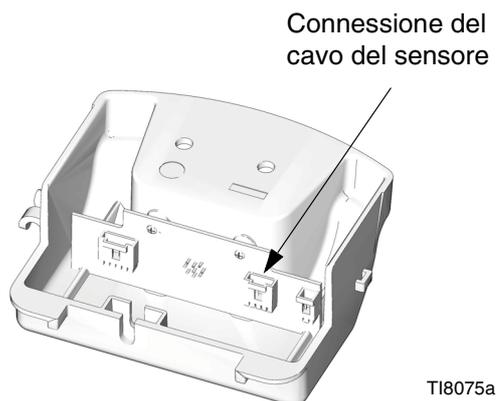

FIG. 15. Connessione del cavo del sensore
- a. **DataTrak Modelli:** Rimuovere le due viti (135). Rimuovere con attenzione il modulo DataTrak (131), vedere pagina 14. Scollegare il solenoide di fuorigiri e i cavi del sensore dalla scheda del modulo. Rimuovere le due viti (134) e far scorrere con attenzione l'alloggiamento (132) sulla valvola dell'aria.
- b. **Modelli sensore lineare:** Rimuovere le viti (134) e far scorrere con attenzione l'alloggiamento (132) fuori della valvola dell'aria. Scollegare il cavo del sensore dalla scheda di circuito. Vedere la FIG. 15 a pagina 27.
10. Reinstallare il silenziatore (15). Serrare completamente le viti (43) contro il silenziatore.
11. Reinstallare il coperchio esterno della valvola (47).
- a. **DataTrak Modelli:** Far scorrere con attenzione l'alloggiamento (132) sulla valvola dell'aria. Avvitare le viti (134) a mano, quindi serrare a 11,3 N•m (100 poll.-lb). Ricollegare i cavi del solenoide e del sensore al modulo (131), vedere pagina 14. DataTrak Far scorrere nuovamente con attenzione il modulo sull'alloggiamento (132). Rimontare le due viti (135).
- b. **Modelli sensore lineare:** Ricollegare il cavo del sensore alla scheda di circuito. Vedere FIG. 15, pagina 27. Far scorrere con attenzione l'alloggiamento (132) sulla valvola dell'aria. Avvitare le viti (134) a mano, quindi serrare a 11,3 N•m (100 poll.-lb).
13. Reinstallare il coperchio superiore (30).
5. Rimuovere le viti (134) e far scorrere con attenzione l'alloggiamento (132) sulla valvola dell'aria. Scollegare il cavo del sensore dalla scheda di circuito. Vedere FIG. 15.
6. Filettare nuovamente il cavo attraverso il foro (H) sul lato dell'adattatore (33) ed estrarlo dalla parte superiore dell'adattatore.
7. Svitare l'adattatore (33) e il sensore (35). Sollevare il sensore verticalmente fuori del motore pneumatico.
8. Applicare il sigillante per filettature alla nuova sede del sensore. Avvitare il sensore (35) sul cappuccio superiore (1). Serrare a 40,6-48,8 N•m (30-36 piedi-lb).
9. Applicare il sigillante per filettature all'adattatore (33). Estrarre il cavo del sensore dalla parte superiore dell'adattatore e avvitare l'adattatore sul cappuccio superiore (1). Serrare a 40,6-48,8 N•m (30-36 piedi-lb).
10. Filettare il cavo del sensore attraverso il foro (H) sul lato dell'adattatore e ricollegarlo alla scheda di circuito. Vedere FIG. 15, pagina 27. Far scorrere con attenzione l'alloggiamento (132) sulla valvola dell'aria. Avvitare le viti (134) a mano, quindi serrare a 11,3 N•m (100 poll.-lb).
11. Applicare il sigillante per filettature all'anello di sollevamento (21). Fissare l'adattatore (33) con una chiave per impedire che ruoti e stringere l'anello di sollevamento con coppia di 40,6-48,8 N•m (30-36 piedi-lb).
12. Reinstallare il coperchio superiore (30).